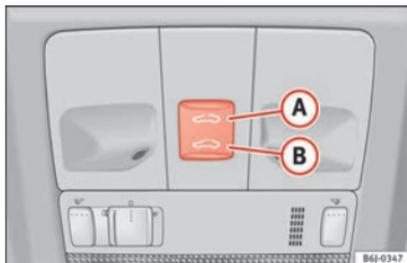

Fig. 9 No revestimento interior do teto: comandos do teto panorâmico.
- Abrir: pressione uma só vez o botão » Fig. 9 (A). Se o mantém pressionado abre-se até à posição desejada.
- Fechar: pressione uma só vez o botão » Fig. 9 (B). Se o mantém pressionado fecha-se até à posição desejada.